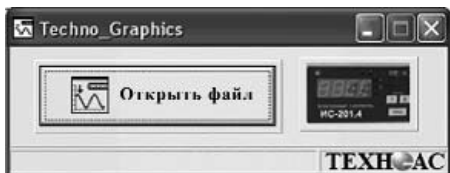

Рис.10
8.1 Запустить программу "TechnoGraphics" (TG). Открыть файл "TechnoGraphic.exe". После чего появится диалоговое окно (рис. 10)